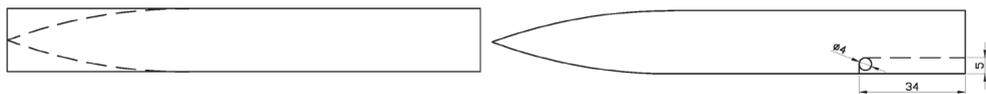

Fig. 7
7) Lavorazione da eseguirsi sull'ala da 20 mm dalla parte opposta dell'angolo d'unione con l'ala da 35 mm. Effettuare i tagli lungo le linee tratteggiate. Tracciare la sagomatura della punta del chiodo e modellarla con il disco abrasivo da sgrassio (Fig.7).